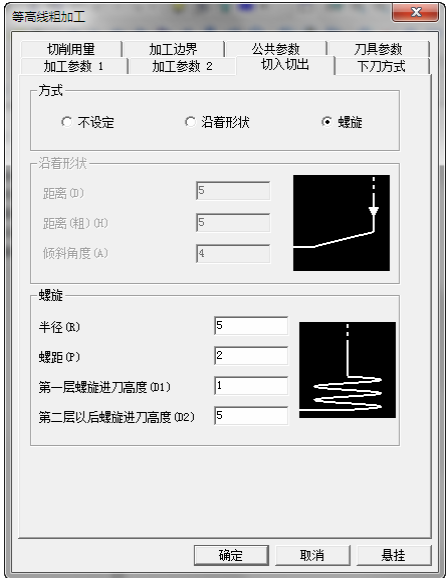

图 8-261 “切入切出” 选项卡
3) 单击“切入切出”选项卡，设置“方式”为“螺旋”，具体参数如图 8-261 所示。